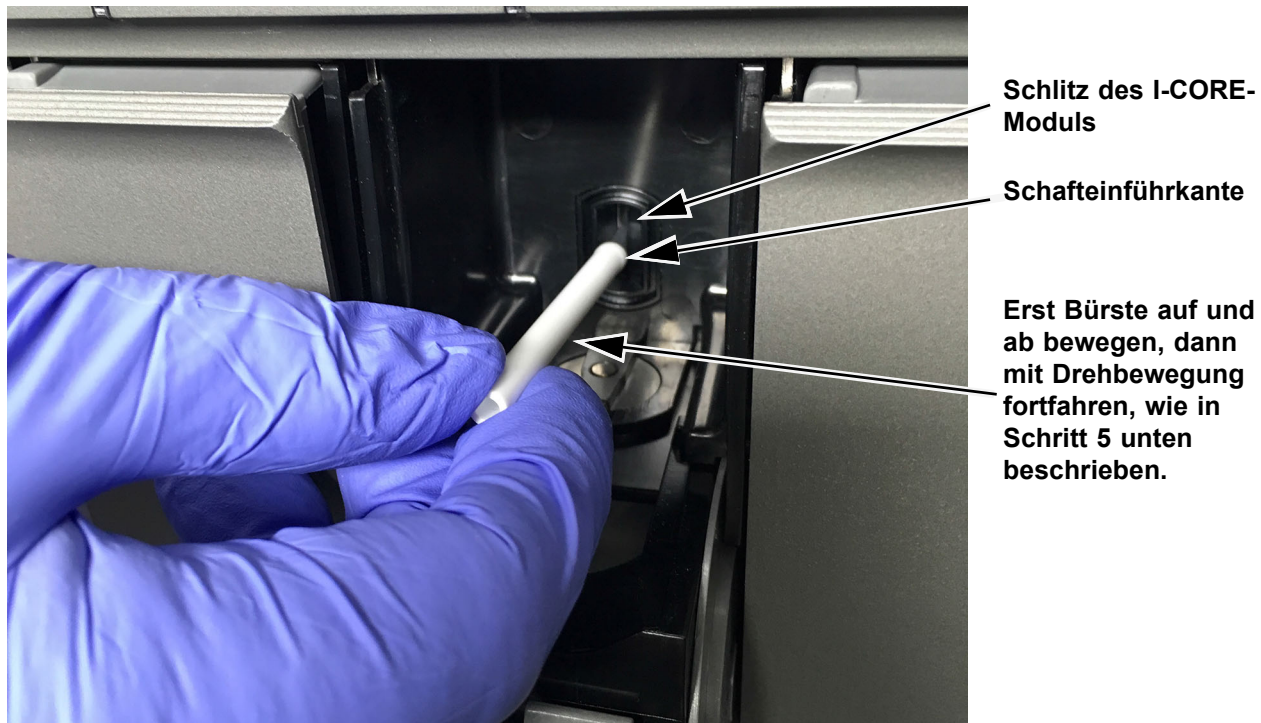

Abbildung 9-7. Einführen der Reinigungsbürste in den Schlitz des I-CORE-Moduls
- Nachdem Sie die Einweghandschuhe angezogen haben, führen Sie die Bürste leicht schräg bis zur Schafteinführkante in den Schlitz des I-CORE-Moduls ein (siehe Abbildung 9-7).